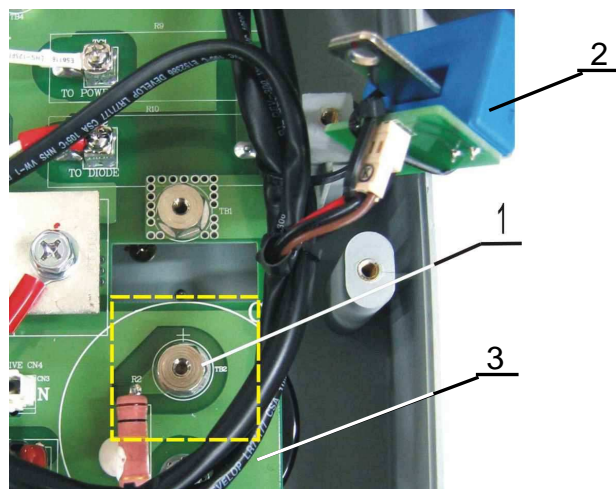

Рис. 7.17
7.9.8. Взять резьбовую втулку 1, прикрутить ее к емкостной плате и вводу «+» конденсатора (рис.7.17)